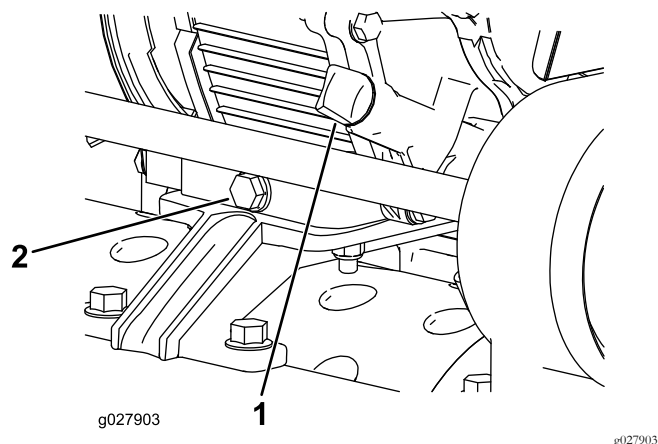

Рисунок 23
1. Установите машину так, чтобы двигатель располагался горизонтально, и очистите область вокруг масломерного щупа (Рисунок 23).
2. Поместите сливной поддон под сливную пробку в задней части машины (Рисунок 23).